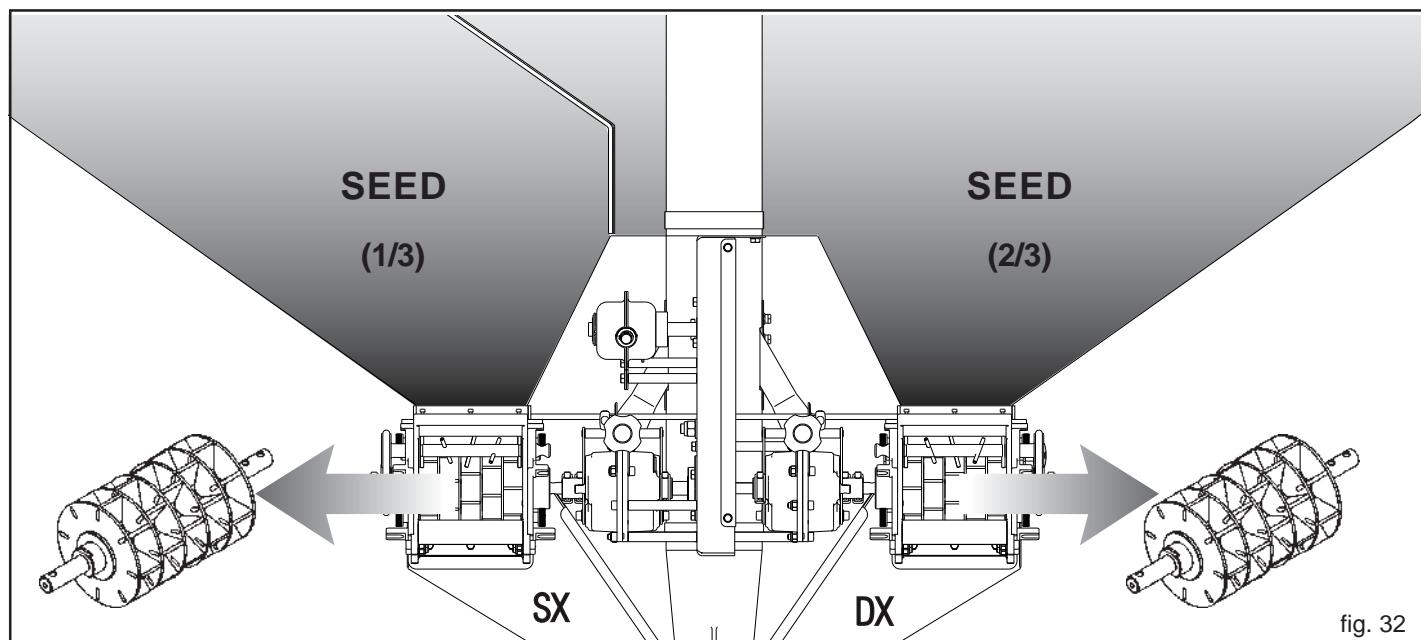

fig. 32
- 2) SEED-SEED- (Fig. 32).
3.4.4.2 SEED-SEED CONFIGURATION (Fig. 32)